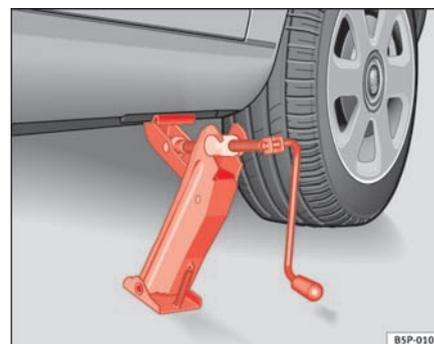

Fig. 158 Colocación del gato
- Posicione el gato de modo que su garra envuelva el nervio del larguero inferior y que la placa base móvil se apoye plana sobre el suelo ⇒ página 243, fig. 158.